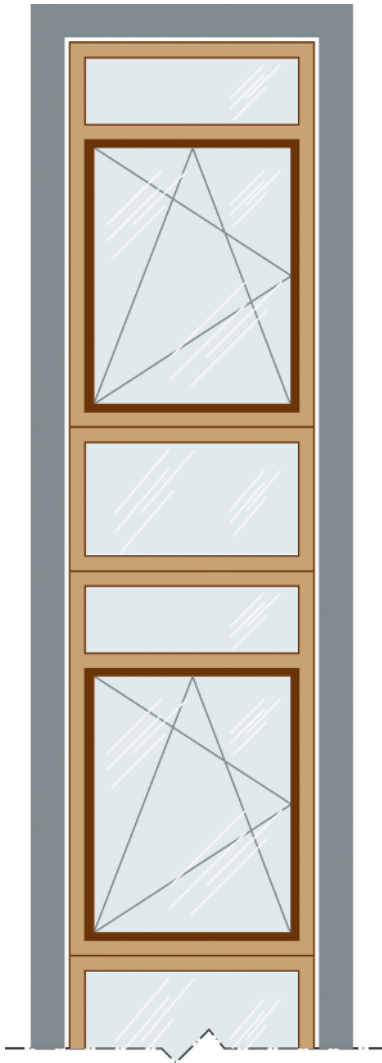

Bild 1.4 Fenster in einer vertikalen Öffnung
- Fenster in einer vertikalen Öffnung (Bild 1.4)